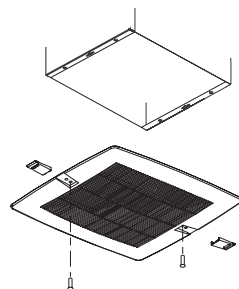

Figura 7
3. Deslice las cubiertas del tornillo de acoplamiento sobre los tornillos de acoplamiento, como se muestra en la Figura 7.